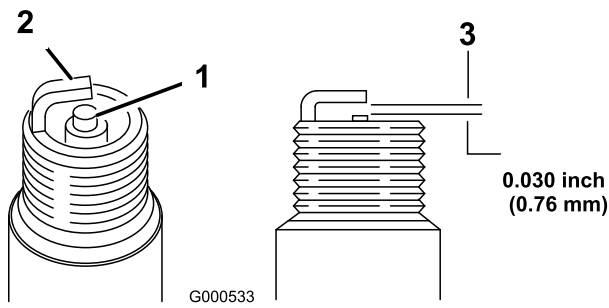

Figura 29
5. Fije el hueco entre los electrodos en 0,76 mm (Figura 29).